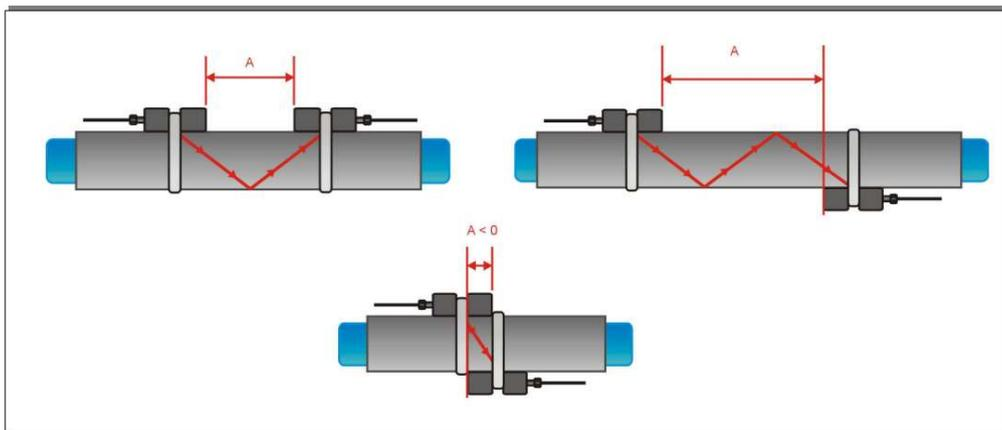

Рисунок 5: Варианты установки накладных датчиков и расстояния между ними
Наиболее частый способ установки датчиков - Зеркальный режим, также известный как V-режим (см. Рисунок 5, схема (1)). В этом режиме ультразвуковой сигнал дважды проходит через среду (2 прохода). Зеркальный режим - наиболее удобный метод установки, так как расстояние между преобразователями можно легко измерить, а датчики легко совместить. По возможности этот метод необходимо применять всегда.
Альтернативный способ установки (см. Рисунок 5, схема (3)) - это Диагональный режим (Z-режим). В этом режиме сигналы проходят через среду однократно. Этот метод часто используется для больших труб, где может быть сильное затухание сигнала.
Возможны вариации Зеркального и Диагонального режимов при увеличении числа проходов через среду. Любое четное количество проходов требует установки датчиков на одной стороне трубы, в то время как при нечетном количестве проходов датчики надо устанавливать на противоположных сторонах трубы. Обычно для небольших труб применяются такие способы установки датчиков как четырехпроходной (W-режим) или трехпроходной (N-режим) (см. Рисунок 5, схема (2)).
На небольших трубах возможно отрицательное расстояние между датчиками  $A < 0$ , если выбран диагональный режим (см. Рисунок 5, схема (3)). Отрицательное расстояние может быть рассчитано и в зеркальном режиме, но невозможно. В таких случаях используйте диагональный режим или большее число проходов.